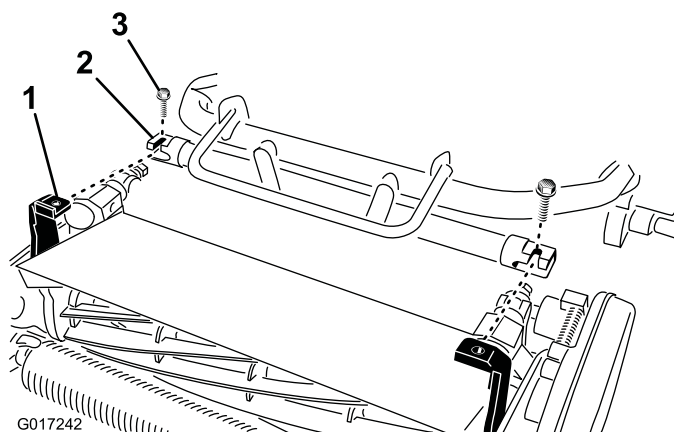

Figura 5
4. Manobre a estrutura da unidade de tracção (Figura 5) para a frente até engatar nos braços articulados da unidade de corte.
5. Fixe a estrutura da unidade de tracção aos braços articulados da unidade de corte com 2 parafusos 3/8 x 3/4 pol., como se mostra na (Figura 5)